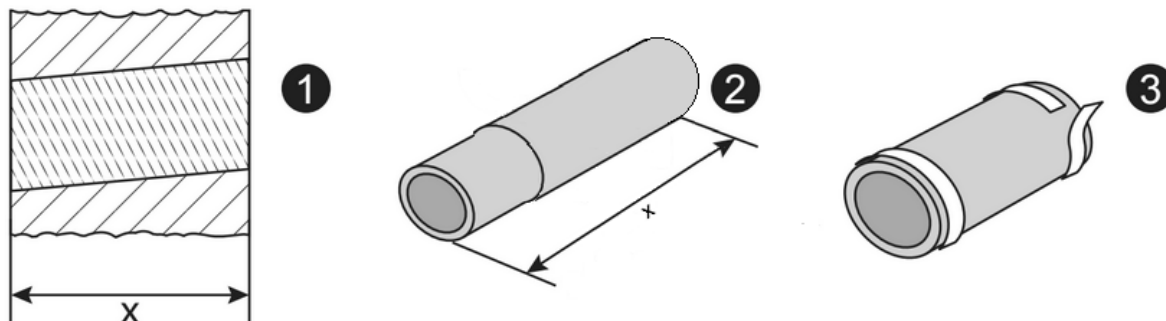

Рис.6. Подготовка вентиляционной трубы к установке в канал воздуховода.
4.6.11. Измерить глубину канала воздуховода в стене, используя рулетку, после этого отрегулировать телескопический вентиляционный канал по размеру глубины канала (рис. 6, изобр. 1 и 2).
4.6.12. Подготовленный вентиляционный канал вращательными движениями вставить в высверленный канал. Вентиляционный канал при этом должен очень плотно прилегать к стенкам канала. По линии соприкосновения вентиляционной трубы и краю канала воздуховода не должно быть зазоров. Если данные требования выполнены, то удалить трубу из стены вращательными движениями и перейти к следующему пункту. Если требования не были выполнены (например, внешний диаметр трубы меньше заявленного производителем), то после извлечения трубы из канала воздуховода необходимо отступить от каждого из концов трубки по 25-40 мм и наклеить в этом месте уплотнитель EPDM 2x20 на самоклеящейся основе (рис. 6, изобр. 3).